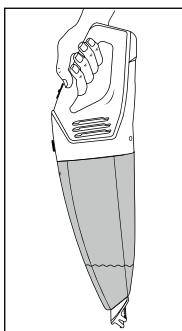

Fig. 2
- Après avoir aspiré les liquides, nettoyer immédiatement le bac à déchets ⑪, sinon les bactéries et germes vont proliférer. Veiller à ce que le sac à poussière ⑨ ait entièrement séché avant d'utiliser à nouveau l'appareil.
- Après avoir aspiré des liquides, portez toujours l'appareil avec l'embout pour aspiration de liquides ① pointant vers le bas (voir fig. 2):